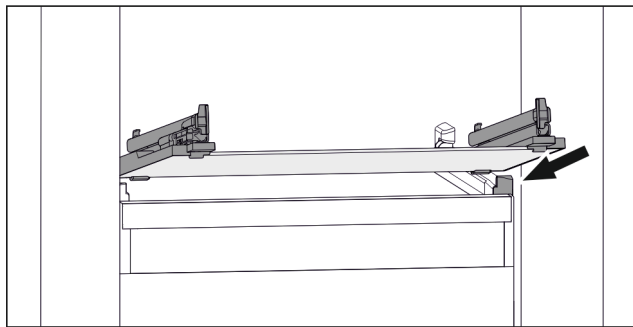

Fig. 73 Príklad zobrazenia sklenenej dosky
- ▶ Nasadte sklenenú dosku šikmo za zarážkami. (pozri Fig. 73)